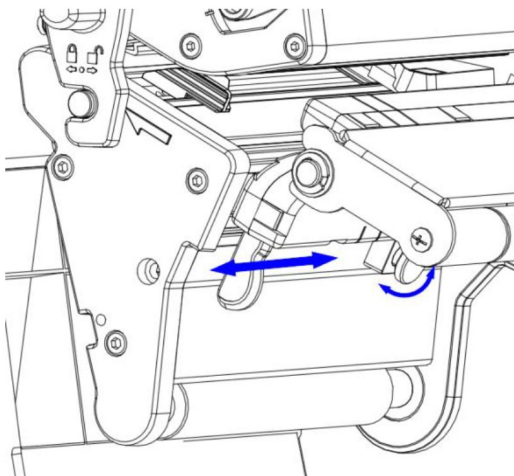

Рис. 3.2.1
- 1) Поверните винт с накатанной головкой (см. изогнутую стрелку на рис. 3.2.1) против часовой стрелки, чтобы ослабить фиксацию узла с датчиком этикетки.
- 3) Взявшись за ключ (ручку) датчика, переведите датчик в требуемое положение (см. прямую стрелку на рис. 3.2.1)